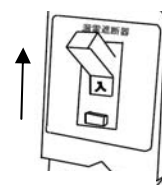

図4
- 2) 貯湯タンクユニットの漏電遮断器を「入」にする。（図4参照）